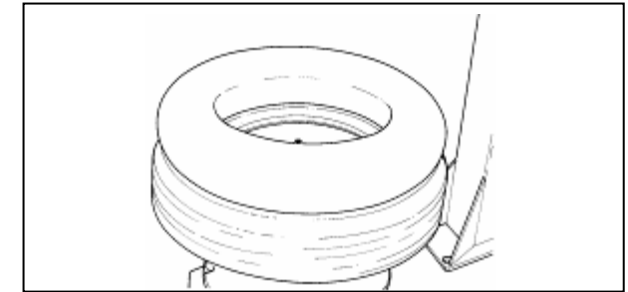

Fig. 20
B. Mount the valve core and place the tube onto the tire to confirm that the tube is of the correct size (Fig.20).
B. Monter la vanne sur la chambre à air et l'appuyer sur l'enveloppe pour contrôler si la mesure est correcte (Fig.20).